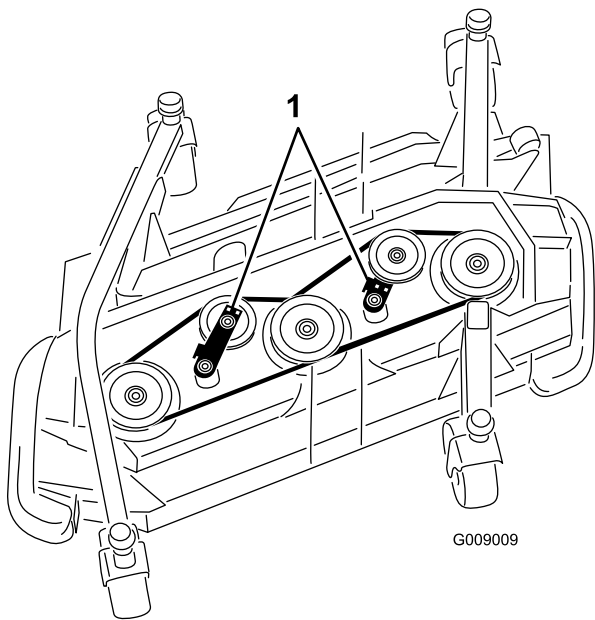

Figure 117
5. À l'aide d'une clé à cliquet ou d'un outil similaire, éloignez les poulies de tension de la courroie d'entraînement pour détendre cette dernière et pouvoir la déchausser des poulies (Figure 117).